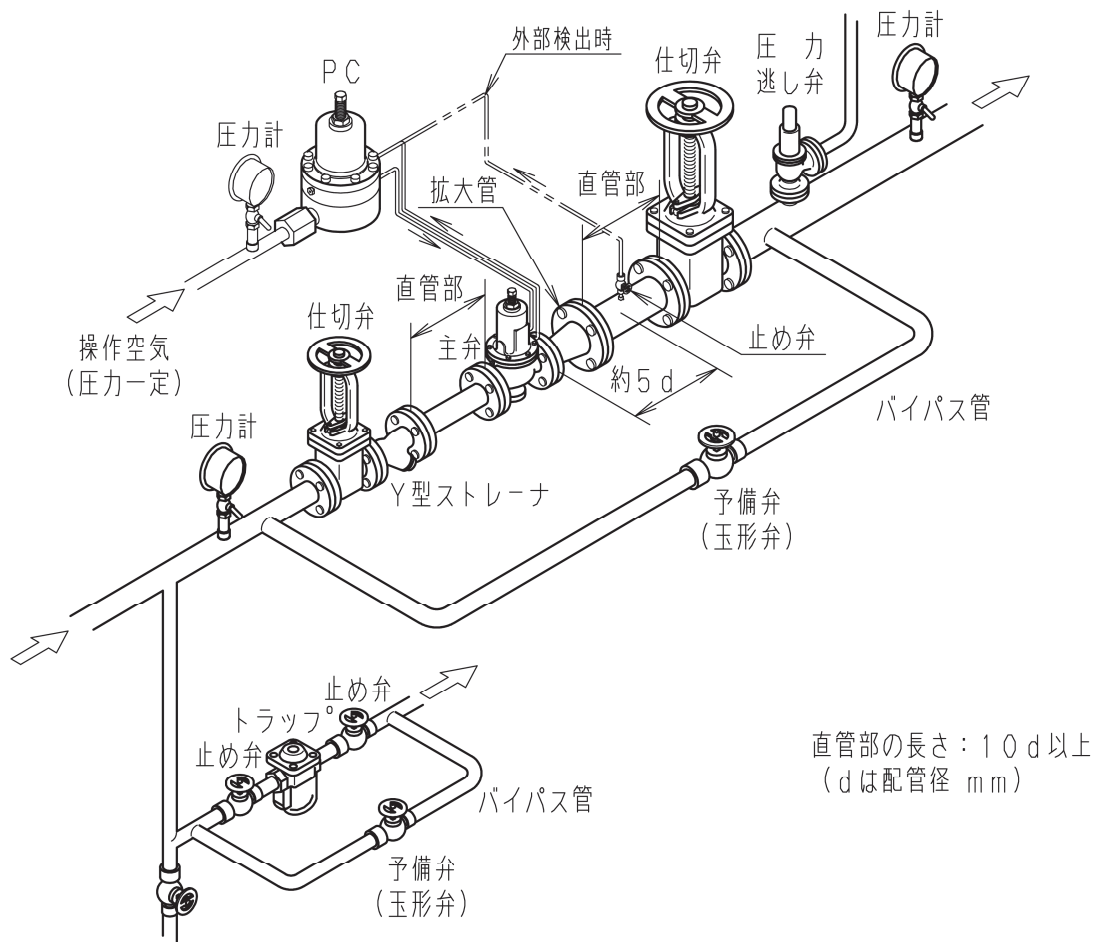

図 6 配管例
- (1) 本弁を取り付ける配管には図 6 に示すように、Y 型ストレーナ、圧力逃し弁および予備弁(玉形弁)、さらには前後弁(仕切弁)および圧力計を設置してください。
- (2) 本弁の配管に対する取付姿勢は任意です。
**注5** 保守・点検を考慮して正立(調節ねじ④が上向き)に取り付けることを推奨します。